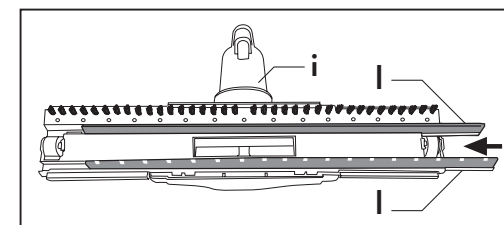

Abb. 8
- die Borstenleisten (l) eignen sich zur Reinigung von Teppichböden, Teppichen usw. und werden ebenfalls auf die Bürste (i) montiert. Abb. 8